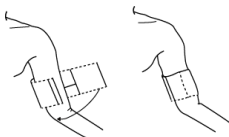

Figura 4.2.1 Aplicación del brazalete
2. Coloque el brazalete en la parte superior del brazo del paciente siguiendo las instrucciones que se indican a continuación (Figura 4.2.1).